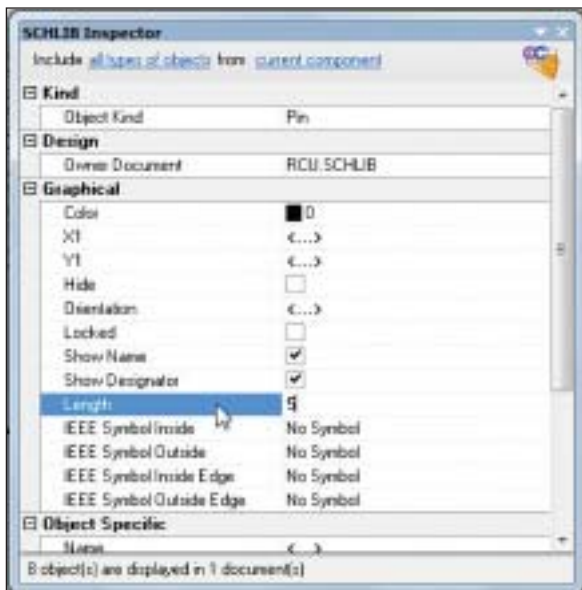

Рис. 21. Окно панели *Inspector*
- Откроется окно *Inspector* (рис. 21), один из инструментов группового редактирования свойств объектов. Измените значение параметра *Length* на 5 мм.